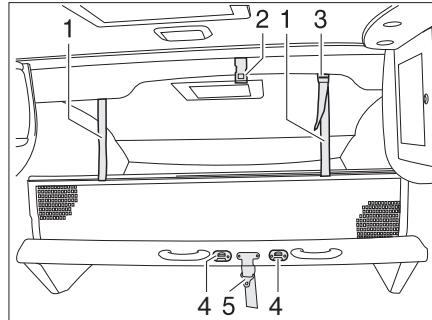

Fig. 157 Letto basculante, manuale
- Assicurare il letto basculante al soffitto (Fig. 157,2) mediante la cintura di ritegno (Fig. 157,5).
- Agganciare la scaletta di accesso al letto basculante con i due archetti incorporati nelle grappe (Fig. 157,4).
- Fare innestare i nastri di sostegno (Fig. 157,1) nei supporti sul soffitto (Fig. 157,2).